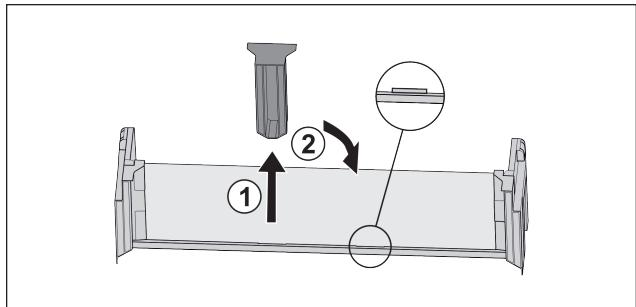

Fig. 85
- Изтеглете средната задържаща част Fig. 85 (1).
- Вкарайте средната задържаща част на втората позиция Fig. 85 (2).